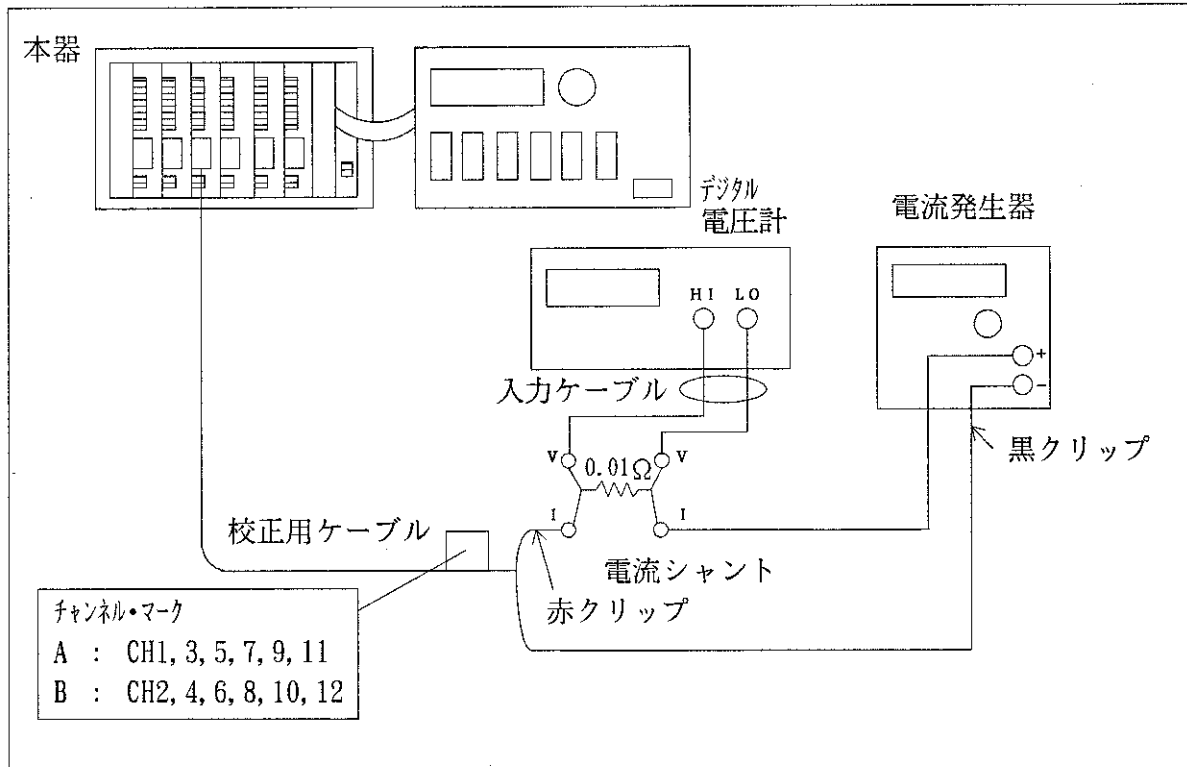

図11-3 電流測定校正時の接続（電流発生器の使用）
校正を実施するチャンネルと標準器を [図11-3] に示すように接続します。
- 1** 校正を実施するチャンネルと標準器を [図11-3] に示すように接続します。